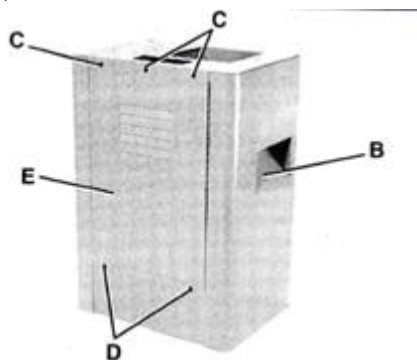

Рис. 3 Сборка фуговального станка на станине
Приемный конец станка должен быть направлен в сторону конца стойки с лотком для сбора пыли (B) – Рис. 3.
Открутите три винта (C) – Рис. 3 и два винта (D). Затем снимите заднюю панель (E) со стойки, подняв ее.